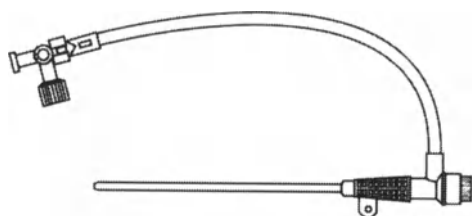

Рис. 2: Проводник интродьюсера и дилататор
- проводника интродьюсера 6 по французской шкале диаметра катетеров (Fr), длиной = 11 см, дилататора (Рис.: 2)